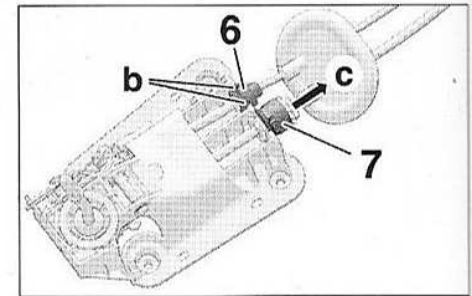

FIG.13
- l'arrêt de gaine (6), pincer en (b) (Fig.13),
- l'arrêt de gaine (7), pousser suivant (c).